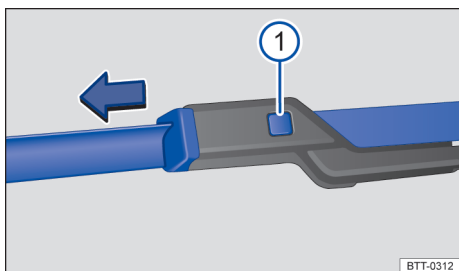

Fig. 127 Substituir as palhetas dos limpadores do para-brisa.
- Manter o botão de destravamento → Fig. 127 ❶ pressionado e, ao mesmo tempo, retirar a palheta do limpador do para-brisa no sentido da seta.